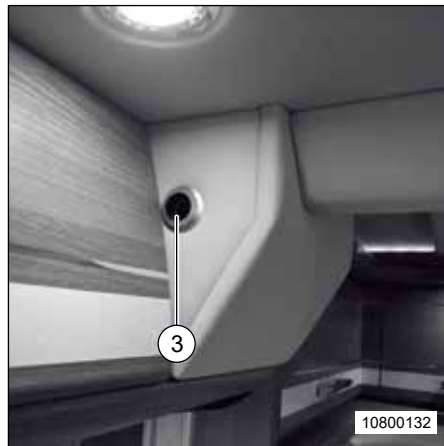

Fig. 133 Commande d'urgence du lit de pavillon central
- Faire passer la manivelle à travers le trou (Fig. 133, pos. 3).